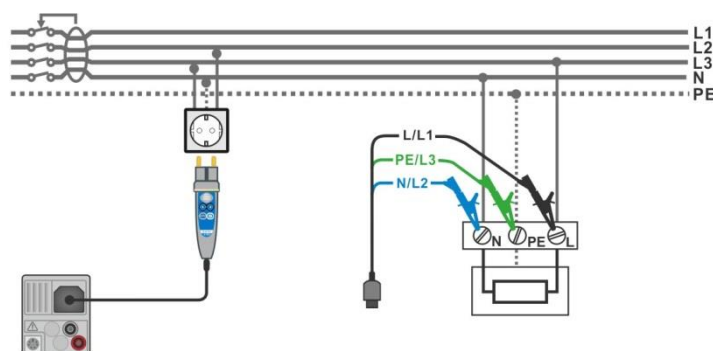

Figura 7.32: Conexión del Plug Commander y una punta de prueba de tres hilos
- Conecte las puntas de prueba o el Commander al objeto a prueba (vea la **Figura 7.32**).